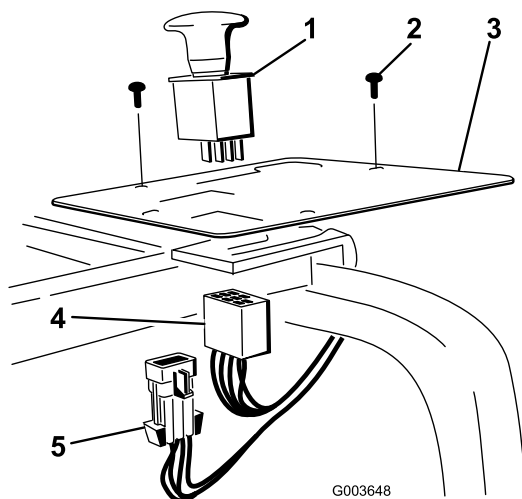

図 35
2. パネルについているプラグを打ち抜いて、パネルにスイッチを取り付ける 図 35。
4. コントロールパネルに取り付けたスイッチにハーネスを接続する 図 35。
6. メインハーネスコネクタをメインハーネスに接続する図 35。